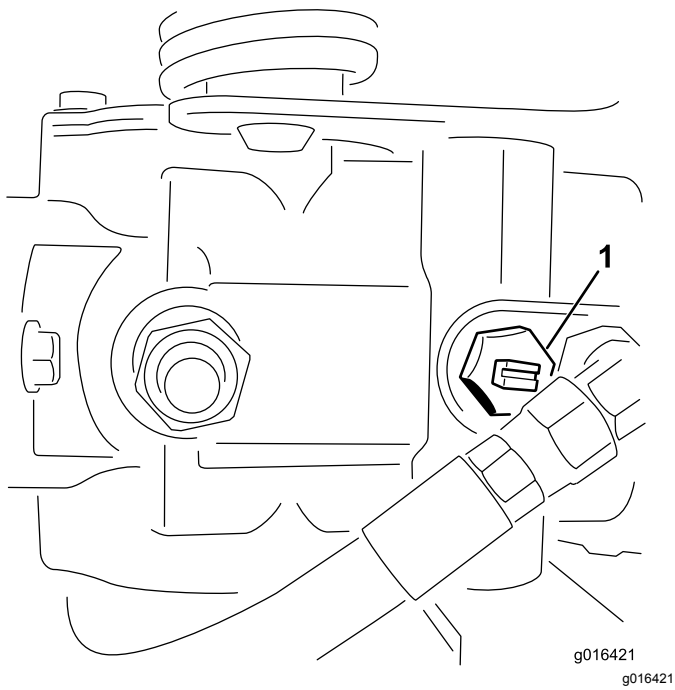

Bild 26
1. Ermitteln Sie das Sicherheitsventil an der Pumpe und drehen Sie es um zwei ganze Umdrehungen nach links (Bild 26).
2. Drehen Sie das Sicherheitsventil um zwei ganze Umdrehungen nach rechts, um es zu schließen, bevor Sie den Motor anlassen (Bild 26).